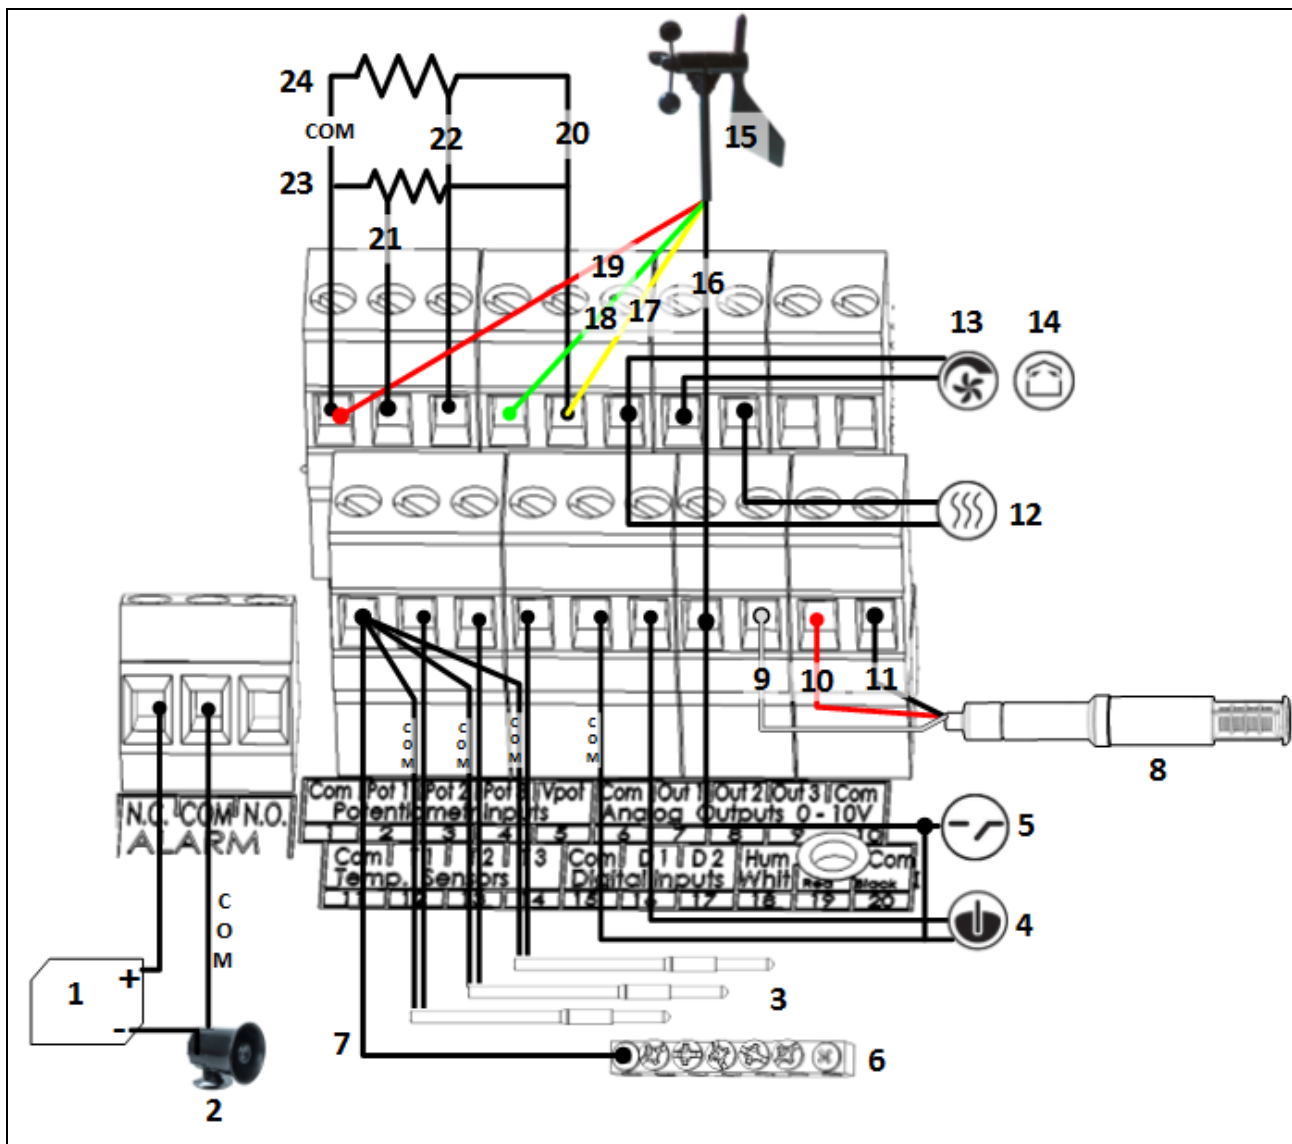

Figure 2: Diagramme du câblage de la section à basse tension
- Figure 2: Diagramme du câblage de la section à basse tension